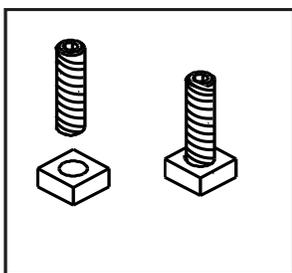

Figure 19.1
1. Vissez les boulons à tête Allen dans les écrous jusqu'à ce qu'ils affleurent. **Figure 19.1.** Les boulons à tête Allen et les écrous sont inclus dans le paquet de composants placé dans la chambre de combustion du poêle.